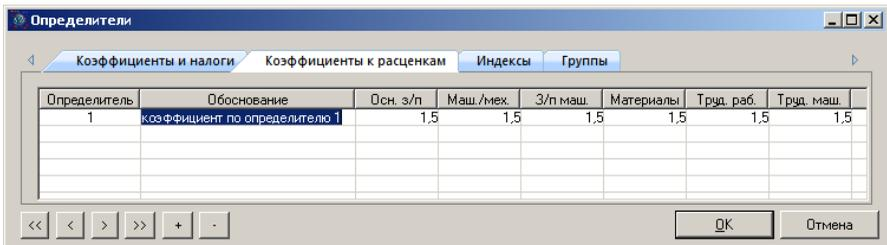

Рис. 4.48 Окно Определители, вкладка Коэффициенты к расценкам.
1. На вкладке **Коэффициенты к расценкам** диалогового окна **Определители** (Рис. 4.48) введите нужные коэффициенты.